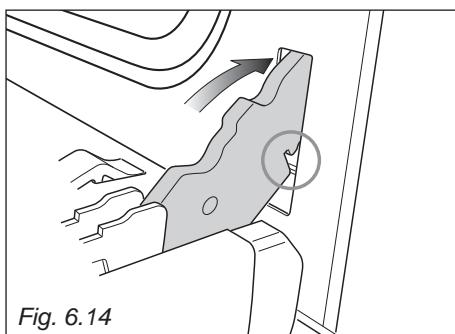

Fig. 6.14
- Insérer le crochet des charnières (droite et gauche) dans son emplacement; s'assurer que la rainure soit dans sa logement (fig. 6.14).